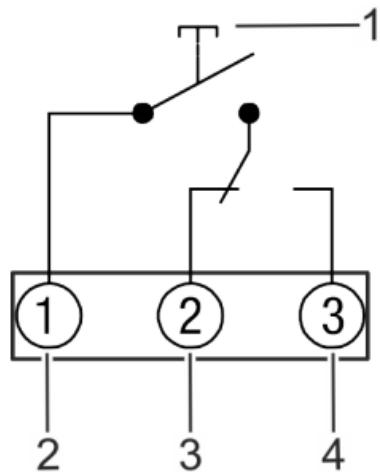

Fig. 3: Schéma de raccordement
5. Insérer et serrer les câbles de raccordement dans la broche correspondante suivant le schéma de raccordement (Fig. 3).
6. Insérer et serrer les câbles de raccordement dans la broche correspondante suivant le schéma de raccordement (Fig. 3).